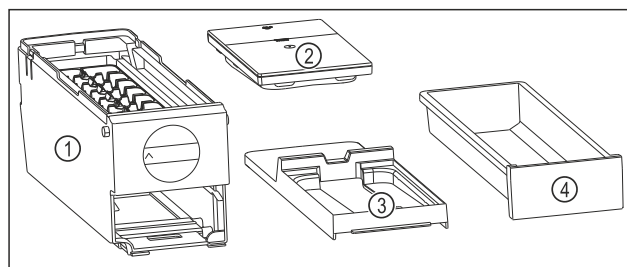

Fig. 80 Bestanddelen van de EasyTwist-Ice
- EasyTwist-Ice is in vier delen gedemonteerd. (zie Fig. 80)
- EasyTwist-Ice alleen in afgebeelde bestanddelen demonteren. (zie Fig. 80)
- EasyTwist-Ice-corpus Fig. 80 (1) als geheel reinigen.